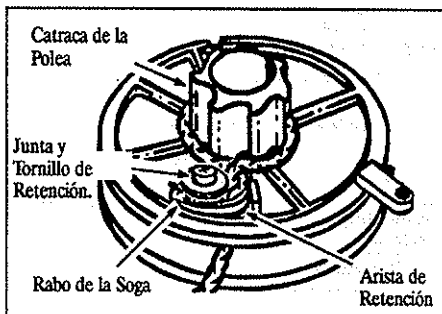

Figura 18
- Enrosque la soga hacia la izquierda (en contra del sentido del reloj) alrededor de la catraca de la polea y meta la punta suelta debajo de la soga, dejando un rabo de 25 mm (1") al lado de la Arista de Retención. Figura 18.
- Instale y ajuste el Tornillo de Retención y la Junta. Vea la Figura 18.